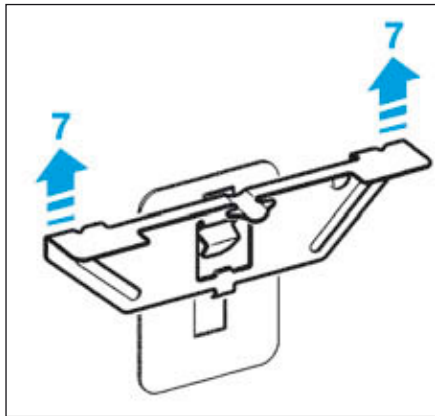

FIG. 15
- Déposer l'agrafe en poussant vers (7) (Fig.15).